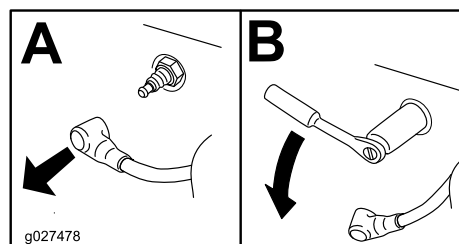

Figure 39
2. Déposez la bougie, comme montré à la Figure 39.